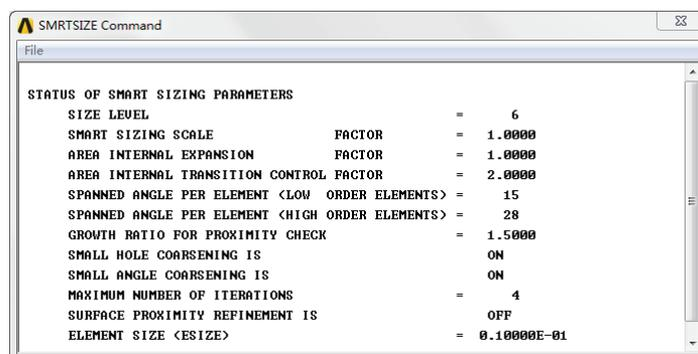

图 5-29 列表显示智能尺寸控制的设置状态信息
- 3) **【Status】**：列表显示智能尺寸控制的设置状态信息，如图 5-29 所示。